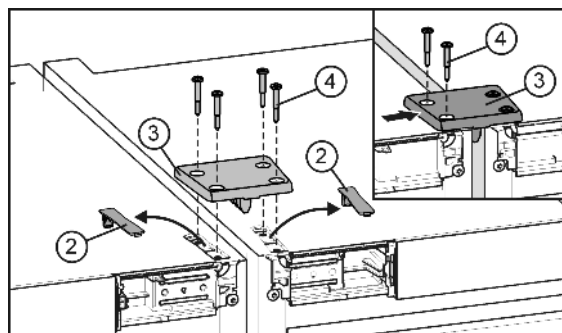

Fig. 5
- ▶ Kryty Fig. 5 (2) uvolněte ze západek a vyjměte.
- ▶ Přiložte spojovací desku Fig. 5 (3) a na jednom přístroji volně připevněte dvěma šrouby Fig. 5 (4).